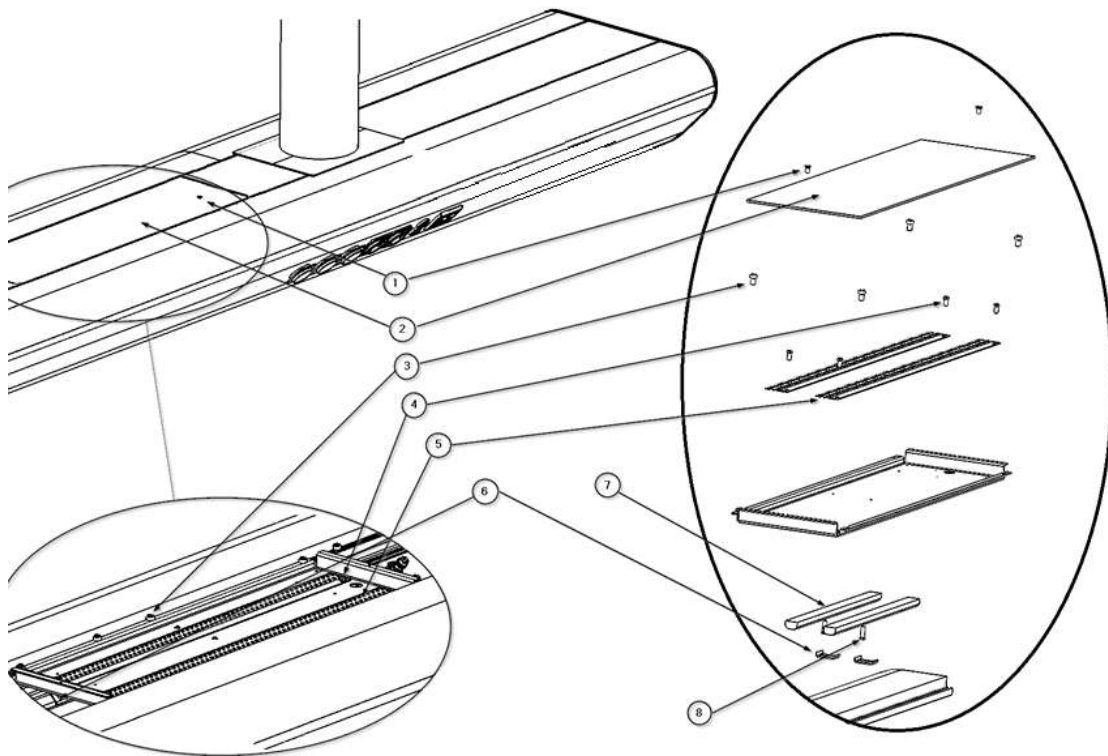

Fig.5 Vervanging van indirecte verlichting
Afbeelding 5 toont een afbeelding van de servicekop zonder de zijwand om de situatie van de verlichtingsmodule te verduidelijken.
- Draai met behulp van een stervormig gereedschap de 2 verzonken schroeven M4 x 10 ① DIN 935 los, zoals aangegeven in afbeelding 5. De steun ② van de verlichtingsmodule komt los.
- Koppel de snelkoppeling van de ledstrips ④ los. Nu kunt u de module omdraaien, waardoor de controllers ⑤ en hun aansluitstrip zichtbaar worden.
- Koppel de voeding van de controllers ⑤ los van de aansluitstrip.
- Draai de zeskantbouten M4 x 16 ⑦ DIN 933 los en maak de lipjes ⑥ los waarmee de controllers ⑤ vastzitten.
- Plaats de nieuwe controllers ⑤ en zet ze vast met de lipjes ⑥ door de zeskantbouten ⑦ vast te draaien.
- Sluit de voeding van de controllers ⑤ weer aan op de aansluitstrip.
- Draai de zeskantbouten M4 x16 ③ DIN 933 los om de LED-strips ④ los te maken.
- Plaats de nieuwe LED-strips ④ en zet ze vast met de zeskantbouten ③.
- Sluit de snelkoppeling van de stroomvoorziening van de nieuw geïnstalleerde LED-strips ④ aan.
- Bevestig met behulp van een stervormig gereedschap de houder ② van de verlichtingsmodule opnieuw door de 2 verzonken schroeven M4 x 10 ① DIN 935 vast te draaien.